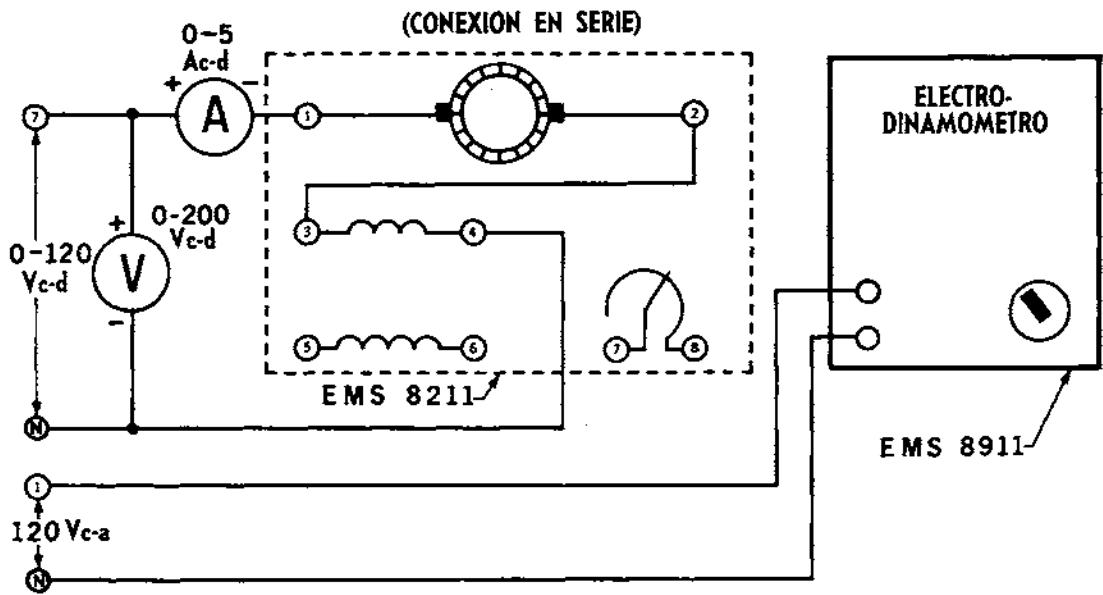

Figura 25-1
- 1. Conecte el circuito ilustrado en la Figura 25-1 utilizando los Módulos EMS de fuente de energía, motor generador de c-d, medición de c-d y electrodinamómetro.